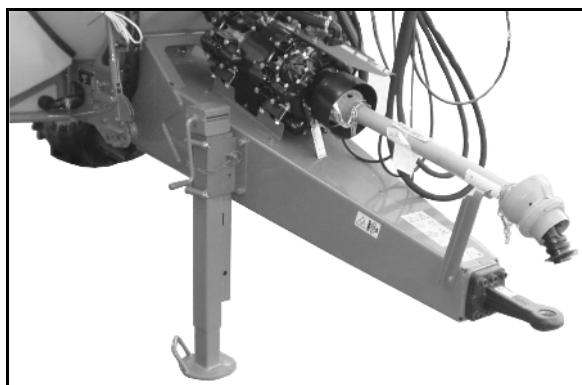

Fig. 43
- **Hitch-Deichsel (Fig. 43)**